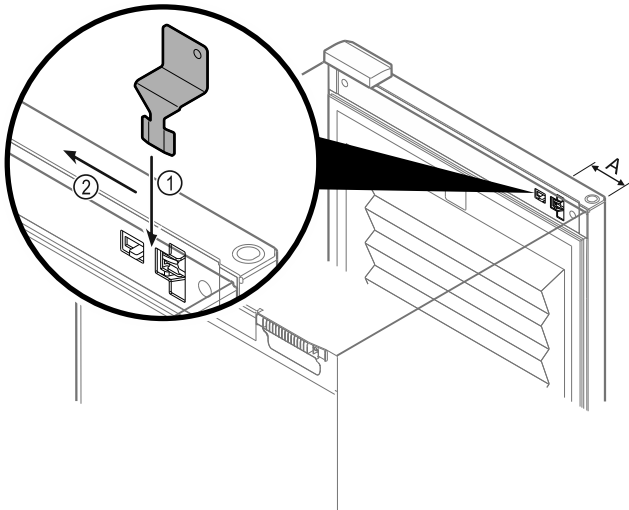

Fig. 101
- ▶ Расположите ключ для аварийной разблокировки в заданном месте Fig. 101 (A) ≈ 100 мм.
- ▶ Вставьте ключ для аварийной разблокировки Fig. 101 (1) между дверью и корпусом устройства сверху и до упора.
- ▶ Потяните ключ для аварийной разблокировки в направлении шарнира. Fig. 101 (2)